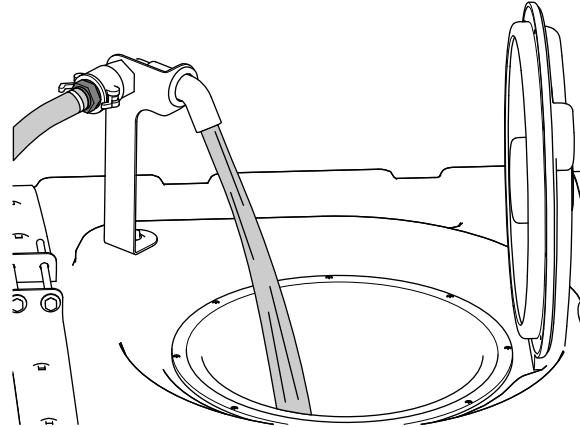

Рисунок 28
- Залейте 3/4 требуемого объема воды в бак опрыскивателя (Рисунок 28).